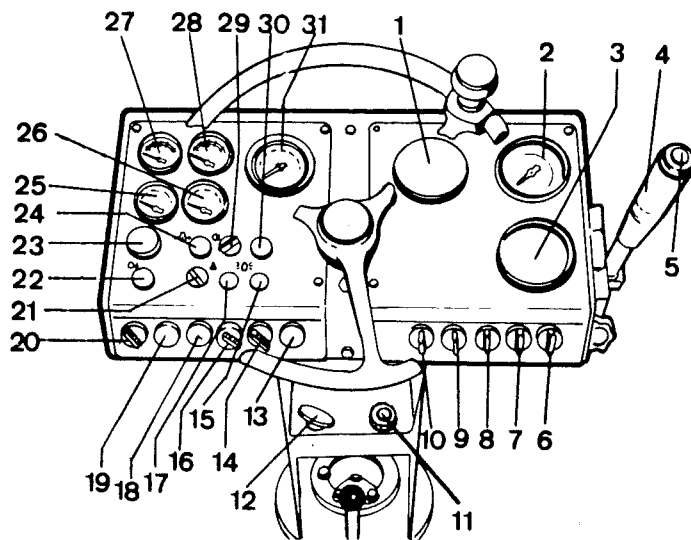

Fig. 11 Quadro comandi
- 1 Portare il motore ad un regime di 2 400 giri/minuto agendo sul comando (11). Regolare il numero di giri girando la manopola in senso orario o antiorario per diminuire o aumentare.
- 2 Disattivare il freno (21) fig. 11.
- 4 Operando sull'asfalto, attivare il dispositivo di innaffiamento (9).
- 5 Portare dolcemente la leva di marcia (4) in avanti o in dietro a seconda della direzione desiderata.